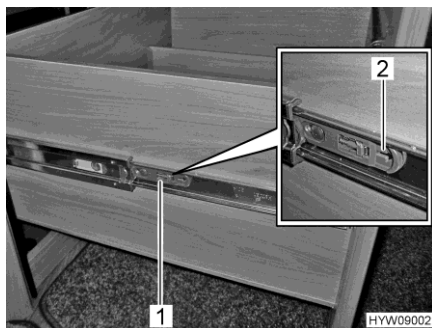

Bild 130 Bänklåda
- Dra på båda sidor av bänklådan fliken (Bild 130,1) i pilens riktning (Bild 130,2). Bänklådan kan sedan dras ut via dess anslag.